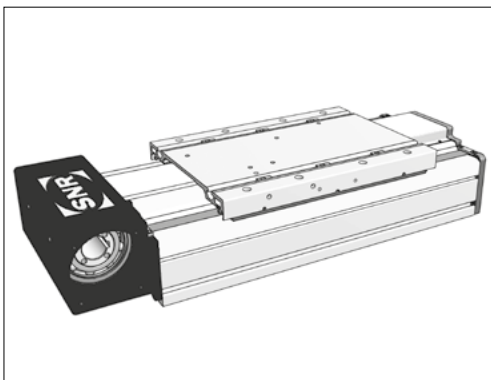

Bild 5.6 _____ AXDL mit Zahnriemenantrieb
- 3 Antriebsvarianten: Zahnriemen-, Spindel- oder Zahnriemen - Ω - Antrieb (Bild 5.6 bis 5.8)